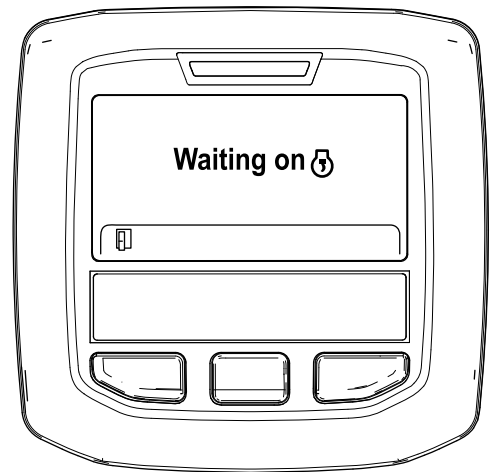

Bild 36
- B. Die Meldung „Waiting on “ wird angezeigt (Bild 36).